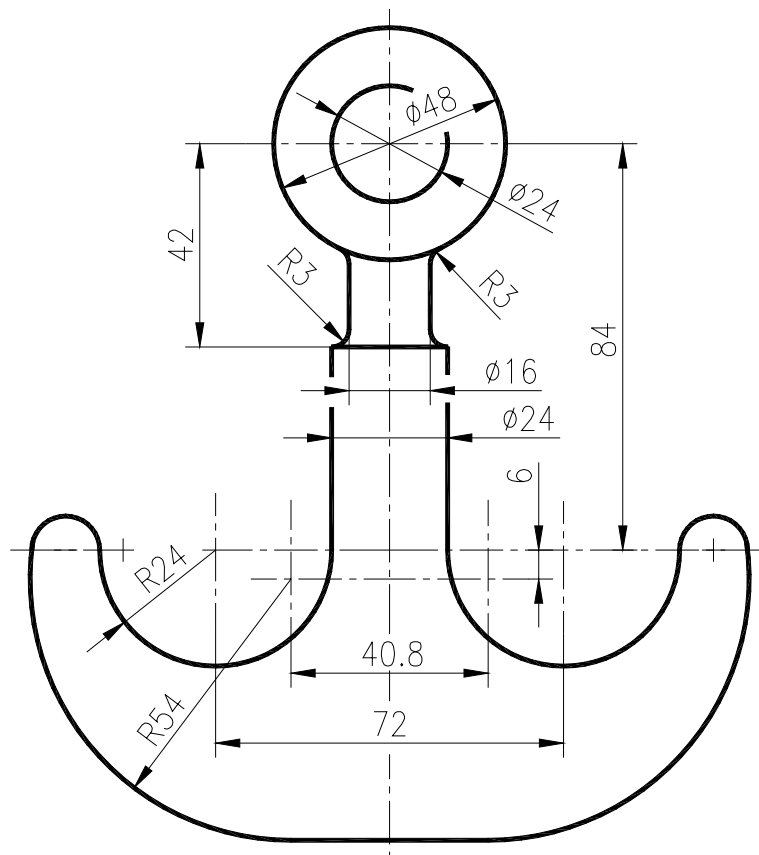

Fig. U6.21
1. Să se construiască desenul din figura U6.21 utilizând ca prototip desenul *Format A3.dwg* realizat anterior. Se va începe cu desenarea axelor. Se utilizează comanda *OFFSET* pentru a construi alte axe paralele la distanțele indicate. Se poate realiza jumătate din figură (cu excepția cercurilor), după care se va oglindi cu *MIRROR*.